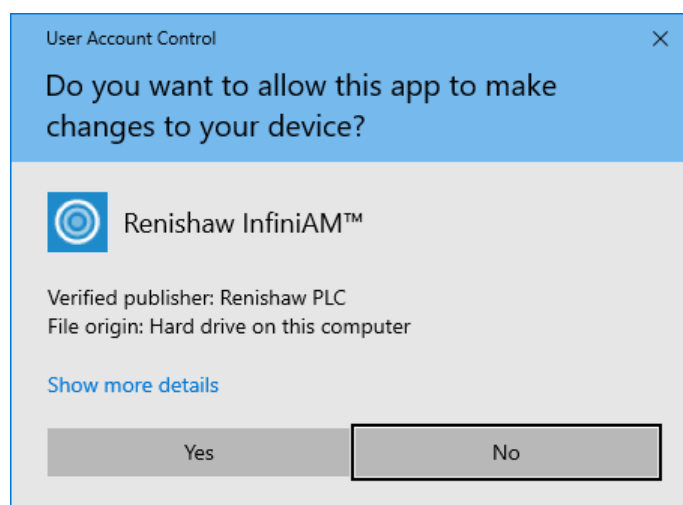

Figura 51 Selezionare “Yes” (Sì)
4. Selezionare “Yes” (Sì) vedere Figura 51).